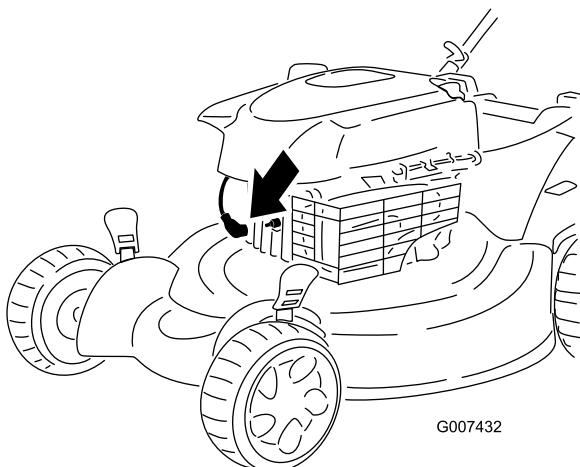

Figure 39
- Débranchez le fil de la bougie (Figure 39) avant de procéder à un quelconque entretien.